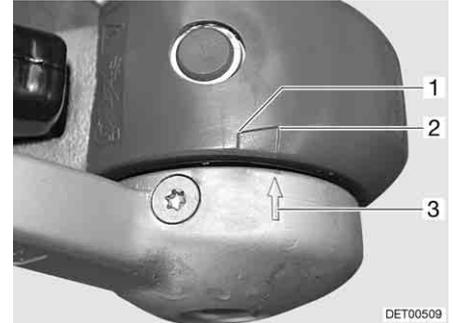

Bild 206 Reibbeläge
- Wenn der Pfeil an der Druckscheibe (Bild 206,3) vor oder an der Markierungsfläche (Bild 206,2) steht, sind die Reibbeläge noch im Neuzustand.
- Wenn der Pfeil an der Druckscheibe innerhalb der Markierungsfläche (Bild 206,1 bis 2) steht, sind die Reibbeläge leicht abgenutzt.
- Wenn der Pfeil an der Druckscheibe am Ende der Markierungsfläche (Bild 206,1) steht oder sie überschreitet, sind die Reibbeläge abgenutzt.